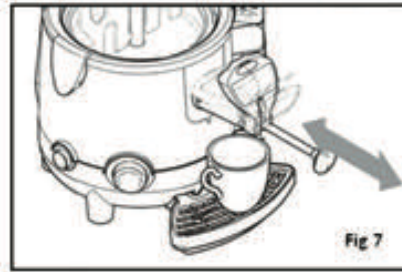

Fig 7
- Als het te schenken product dikvloeibaar is trekt u de taphendel in de maximale stand (fig. 7).
- Een verstopping in de toevoerleiding verwijdert u door de taphendel naar voren en achteren te schuiven (fig. 7).